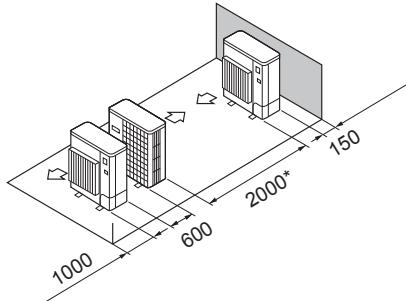

Fig. 2-17
- ⑤ Plassering av enkel parallelle enhet (Fig. 2-17)